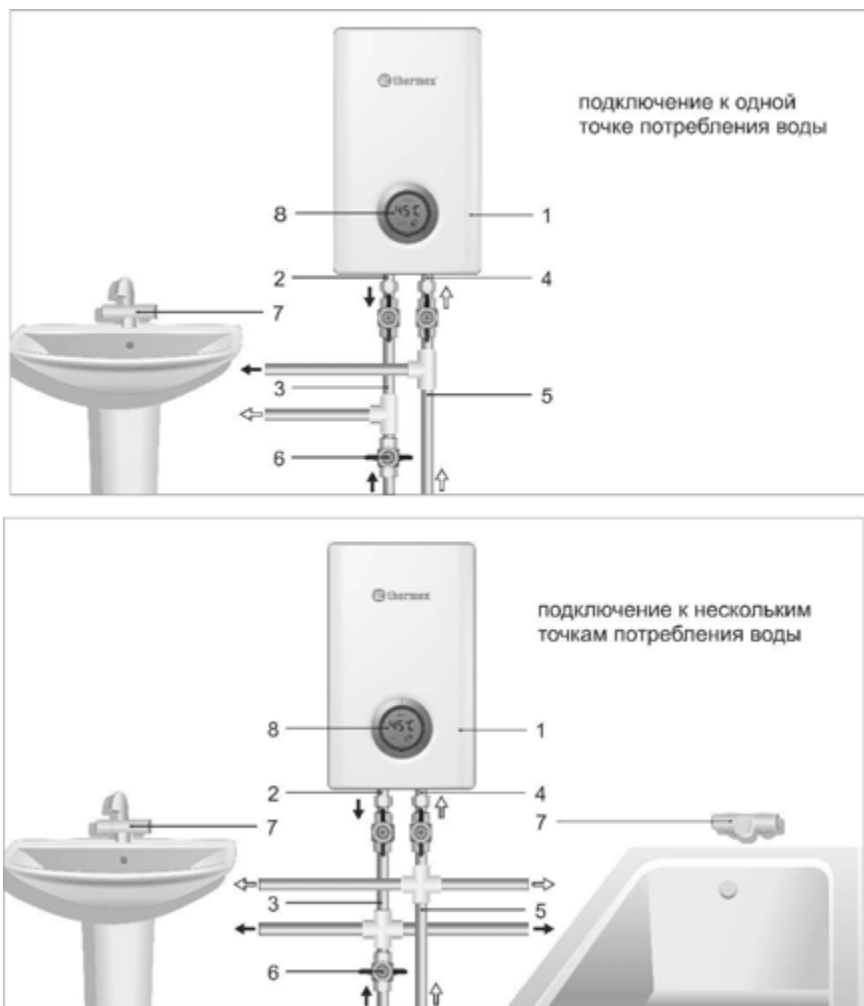

Рис.3 Схема подключения ПЭВН к водопроводу.
4. Для выключения водонагревателя нужно закрыть кран горячей воды на смесителе (п. 7, Рис.3), датчик давления автоматически разомкнёт цепь подачи электроэнергии к нагревательному элементу, при этом экран на лицевой панели погаснет (п. 8, Рис.3). Установленные температурные настройки сохранятся при последующем включении.